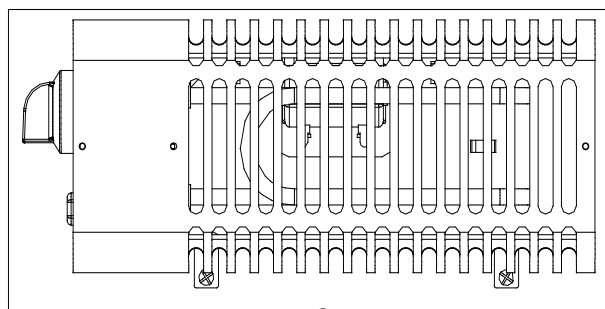

Fig. 4
- Fäst apparaten på väggen med medföljande skruvar (bild 4).
- Fasten the appliance on the wall with provided screws (fig. 4).